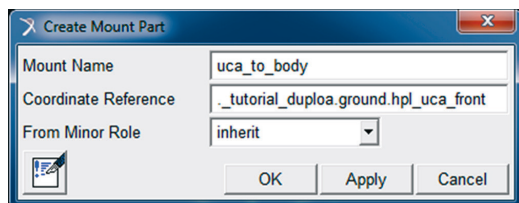

Figura 5.107 – Janela correspondente à criação do Mount “uca\_to\_body”.
- A janela *Create Mount Part* deverá ter seus campos preenchidos, conforme mostrado na Figura 5.107.
Ainda com relação a Figura 5.107, a coordenada de referência utilizada é o *Hardpoint* “*hpl\_uca\_front*”.